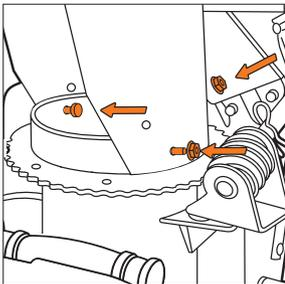

Рис. 33
- Установите желоб на отверстие выброса снега и закрепите его тремя болтами M8x20 и гайками M8 (Рис. 33).